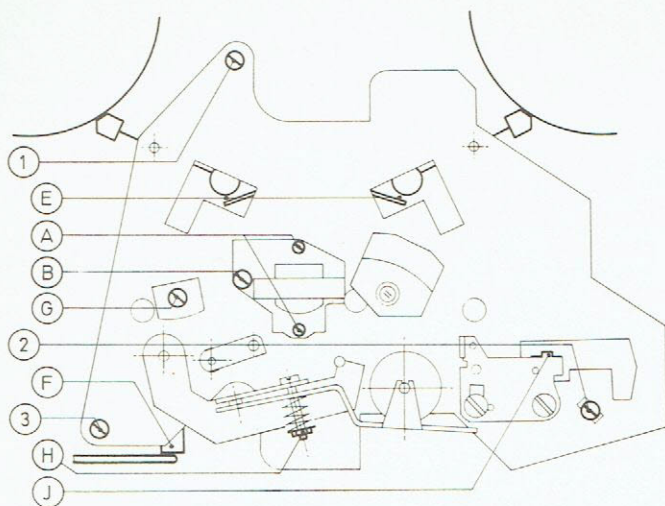

Fig. 7: Présentation du plateau porte-têtes
La tête d'effacement peut être déplacée en hauteur en tournant la vis G (Fig. 7). Elle doit être alignée de telle façon que le coin supérieur de l'entrefer se trouve à env. 0,1 mm au-dessus du bord supérieur de la bande.
La hauteur du corps du noyau et la parallélité avec le cabestan est ajustée avec les deux vis pointeaux (A). Le bord supérieur du corps de noyau doit coïncider avec le bord supérieur de la bande. Après chaque réajustage mécanique, la tête doit être rééquilibrée à l'aide de la bande test (Vis (B), voir Fig. 7).
doivent être ajustés de façon à obtenir un écartement de ≥ 1 mm avec les leviers de frein (points (E), Fig. 7). Avec la touche marche enfoncée, la distance frein caoutchouc — plateau de freinage doit être également ≥ 1 mm. En manipulant lentement la touche marche, les freins doivent avoir relâché avant que le galet GA n'entraîne la bande.
Le réglage du frein s'effectue au moyen de l'anse d'équilibrage dans la tringle de traction correspondante, le moment du détachement de la roue de friction sera réglé par courbage du lobe (J) au levier de stop rapide (Fig. 7).
Dévisser les trois vis de fixation ① ② ③ (Fig. 7), de la platine support de têtes, décrocher de l'équerre de la roue de friction la tringle de traction et le ressort de traction. Retirer du cabestan la platine support de têtes vers le haut. Après décrochage du ressort de traction, retirer la bascule d'inversion et détacher la courroie moteur de la roue de commutation sectionnée.
Placer la courroie d'entraînement, d'abord dans la rainure médiane du volant, ensuite également dans la rainure médiane à la partie inférieure de la roue d'inversion après retrait de l'équerre de calotte (sélecteur de vitesse commuté sur 9,5 cm/s). Remonter l'angle de calotte, replacer la bascule d'inversion et veiller que la courroie d'entraînement coule dans les deux évidements. Maintenant remonter la platine support de têtes sur le cabestan, raccrocher la tringle de traction et le ressort de traction. Contrôler si la platine repose à coup sûr sur ses supports et si le levier du bloc boutons-poussoirs se trouve bien devant le curseur (F) de la platine. Revisser les vis dans l'ordre ① ② ③ comme indiqué sur la Fig. 7. Pour le cas où l'anneau de protection contre la poussière se serait décalé, le déplacer mais seulement d'autant pour qu'il reste encore un écart d'env. 0,5 mm avec le palier prismique de la platine de support des têtes et que l'anneau anti-poussière ne touche pas le bord supérieur du galet presseur caoutchouc. Une friction de cet anneau anti-poussière contre le palier ou contre le galet presseur aurait pour effet des pleurages et des bruits de fond.